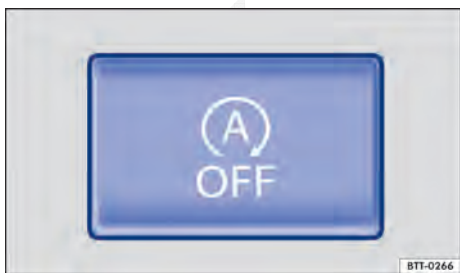

Fig. 154 Na parte inferior do console central: botão do sistema Start-Stop.
- Pressionar o botão  no console central ⇒ Fig. 154.